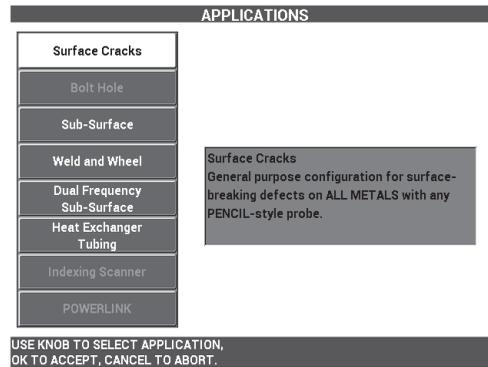

Figura 5-54 L'applicazione Cricche superficiali
2. Premere una volta il tasto di menu ADV SETUP () ed in seguito selezionare **SELEZ.APP.** (selezione dell'applicazione) [tasto A] per aprire il menu di selezione dell'applicazione. Selezionare **Cricche superficiali** con la manopola ed in seguito premere  per confermare (vedere Figura 5-54 a pagina 178).